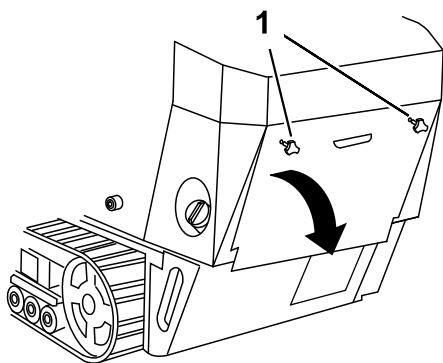

Bild 26
1. Schrauben Sie die zwei Handräder ab, mit denen die hintere Abdeckplatte an der Maschine befestigt ist (Bild 26).
2. Kippen Sie die hintere Abdeckplatte nach unten und nehmen sie ab, um die internen Teile zugänglich zu machen (Bild 26).